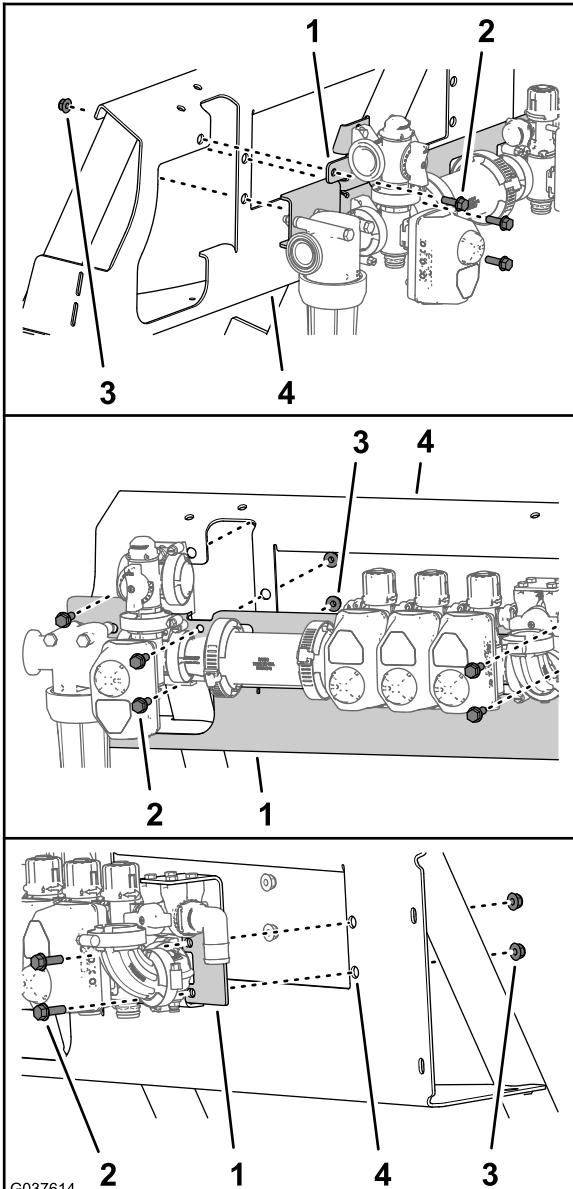

Bild 49
1. Flachten Sie die Löcher in der Ventilhalterung mit den Sprühventilen und den Schläuchen in der Ventilbefestigung aus (Bild 48 und Bild 49).
2. Befestigen Sie die Ventilhalterung mit den fünf Bundkopschrauben (5/16" x 1") und fünf Sicherungsbundmuttern (5/16") an der Ventilbefestigung (Bild 48 und Bild 49).